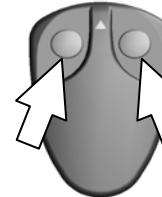

Fig. 1
2. Appuyer simultanément sur les boutons 1 et 2 et les relâcher (fig. 1) : le voyant s'allume puis, au bout de deux secondes environ, s'éteint.
2. Drücken Sie gleichzeitig die Tasten 1 und 2 des Senders und lassen sie wieder los (Abb. 1). Die Led leuchtet auf und geht nach zirka 2 Sekunden aus.
1. Drücken Sie gleichzeitig die Tasten 1 und 2 des Senders und lassen sie wieder los (Abb. 1). Die Led leuchtet auf und geht nach zirka 2 Sekunden aus.
2. Pulse simultaneamente nos botões 1 e 2 (fig. 1); o LED se encende e, logo de aproximadamente dois segundos, se apaga.
1. Pulse simultaneamente los botones 1 y 2 (fig. 1); el LED se encende y, luego de aproximadamente dos segundos, se apaga.
2. Carregar simultaneamente nos botões 1 e 2, e soltá-los (fig. 1); o LED acende-se e apaga-se após 2 segundos, aproximadamente.
1. Carregar simultaneamente nos botões 1 e 2, e soltá-los (fig. 1); o LED acende-se e apaga-se após 2 segundos, aproximadamente.